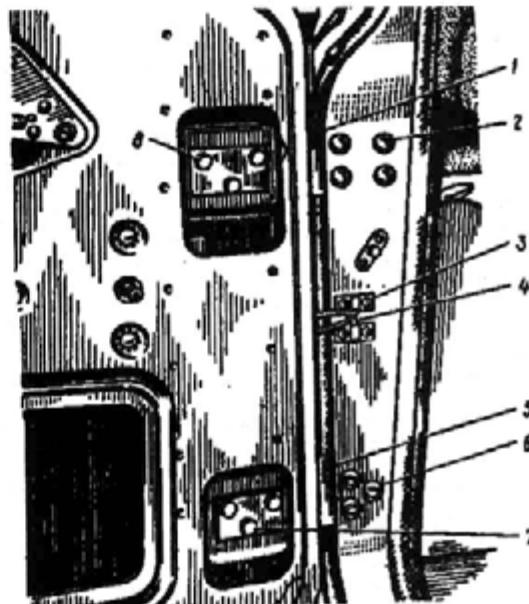

Рис. 317. Установка двери на стойке:
2. Выверните винты 3 (рис. 317) крепления ограничителя 4 двери и отдедите ограничитель от стойки.
В этом случае ослабьте все винты 2 и 6 (рис. 317) крепления петель, кроме одного винта крепления нижней петли 5 и поднимите дверь за нижний задний угол, после чего затяните один винт 2 крепления верхней петли 1 (при смещении внутрь кузова) или опустите дверь, нажимая на ее верхний задний угол (при смещении наружу кузова). Затем закройте дверь и проверьте правильность ее положения. Если дверь не заняла правильного положения, откройте ее, ослабьте винт 2 крепления петли 1, поднимите и опустите ее. Закройте дверь и вновь проверьте правильность ее положения. Эту операцию повторяйте до тех пор, пока не будет достигнуто правильное положение двери в проеме, после чего затяните все винты крепления петель.